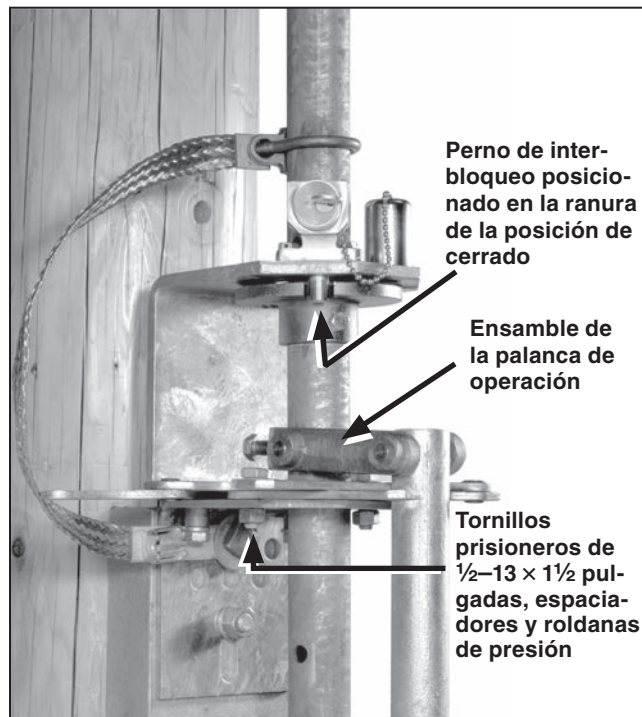

Figura 25. Sujeción del ensamble de la chumacera base.
PASO 21. Atornille el ensamble de la chumacera base al poste en la posición que se muestra en el plano de montaje. Utilice uno de los tornillos de montaje para fijar un extremo de la tira de conexión a tierra (el extremo con el conector de tierra) al ensamble de la chumacera base. Vea la Figura 25.
Apriete los tornillos perforantes de sujeción del ensamble de la palanca de operación perforando el tubo. Continúe apretando hasta que se sienta una resistencia firme. Vea la Figura 25.